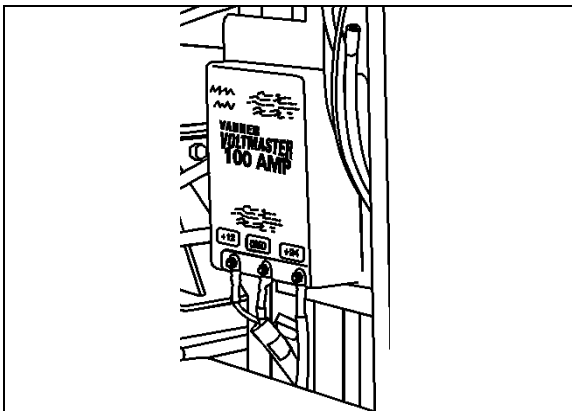

FIGURE 7: NOUVEAU VANNER (100A)
3. Retirer les quatre écrous qui fixent les égalisateurs de batteries à la paroi du compartiment. Fixer les égalisateurs de batteries de 100 A «Vanner» à l'aide des écrous enlever précédemment (voir fig. 7).